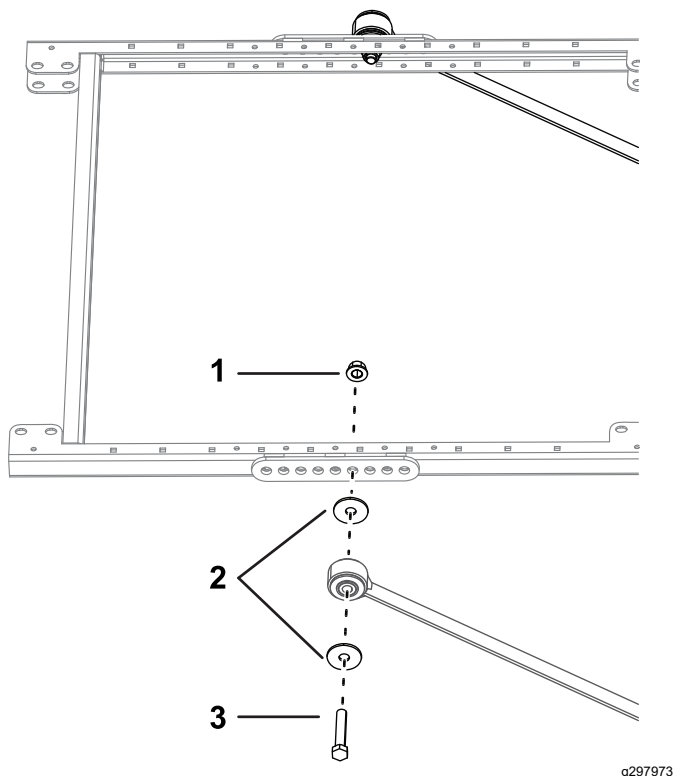

Рисунок 12
12. С каждой стороны рамы солнцезащитного навеса прикрепите, не затягивая, удлинительное звено к четвертому отверстию крепления подпорки с помощью 2 болтов ($\frac{1}{2} \times 2\frac{3}{4}$ дюйма), 2 больших шайб и 2 фланцевых гаек ($\frac{1}{2}$ дюйма), как показано на Рисунок 12.